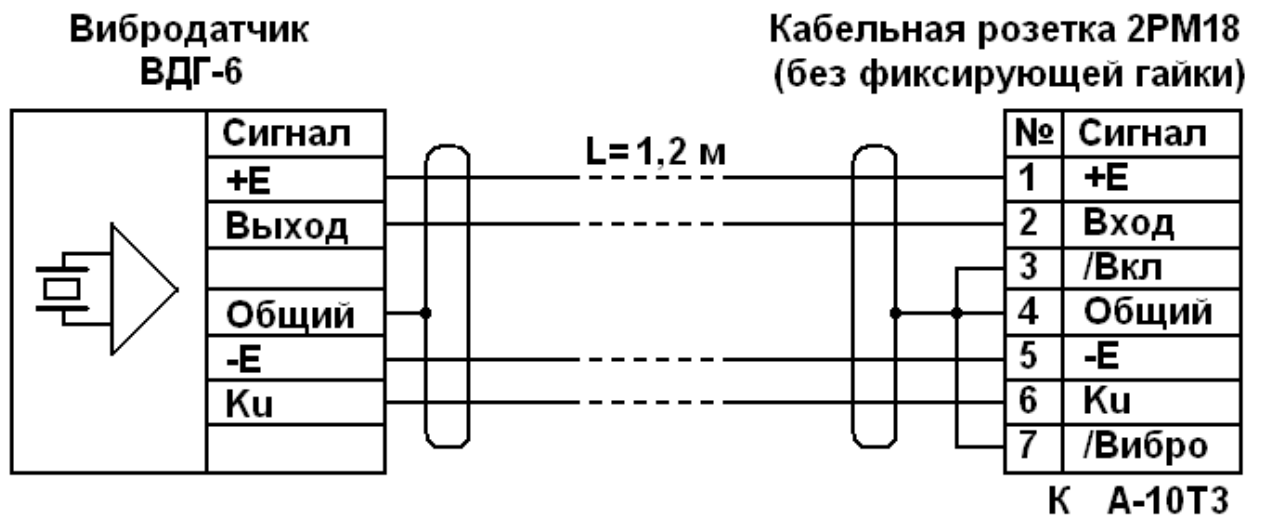
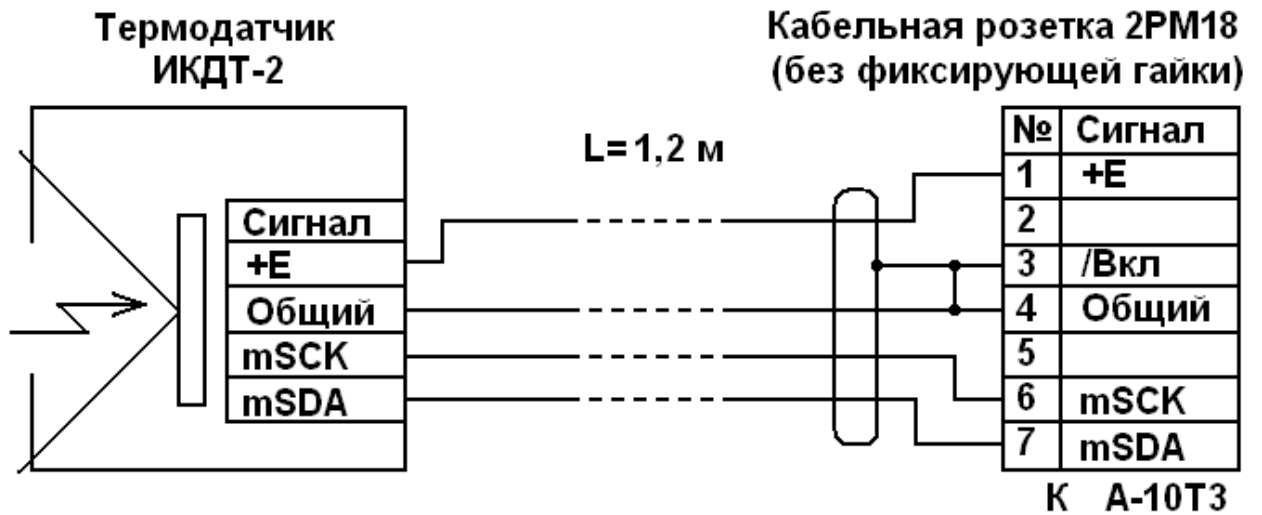

Рис.11. Схема подключения датчика ВДГ-6 к входному разъему А-10ТЗ
Рис.13. Схема подключения датчика ИКДТ-2 к входному разъему А-10ТЗ
8.1. На Рис.11- Рис.13 приведены схемы подключения датчиков к входному разъему блока оператора течеискателя А-10ТЗ. Перемычка между контактами 3 и 4 кабельной розетки инициирует включение электропитания в блоке оператора. Перемычка между контактами 4 и 7 кабельной розетки переводит блок оператора в режим измерения уровня вибрации, при ее отсутствии устанавливается режим измерения температуры.